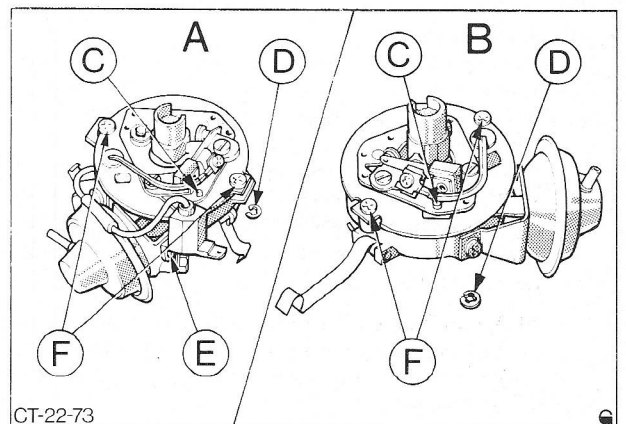

Fig. 57 A - Stroomverdeler voor Kent OHV motoren
19. Breng het draaipunt voor de arm van de vervroegingsregelaar in lijn met het gat in de arm en zet de arm op het draaipunt vast met het borgveertje, zie Fig. 57.